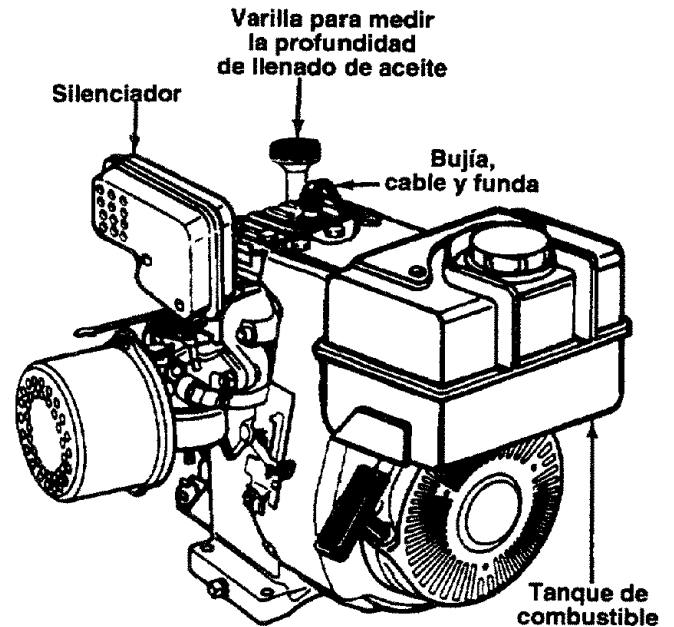

FIGURA 11.
- Si fuera necesario una el cable de la bujía y la funda de goma a la bujía. Vea la figura 11.